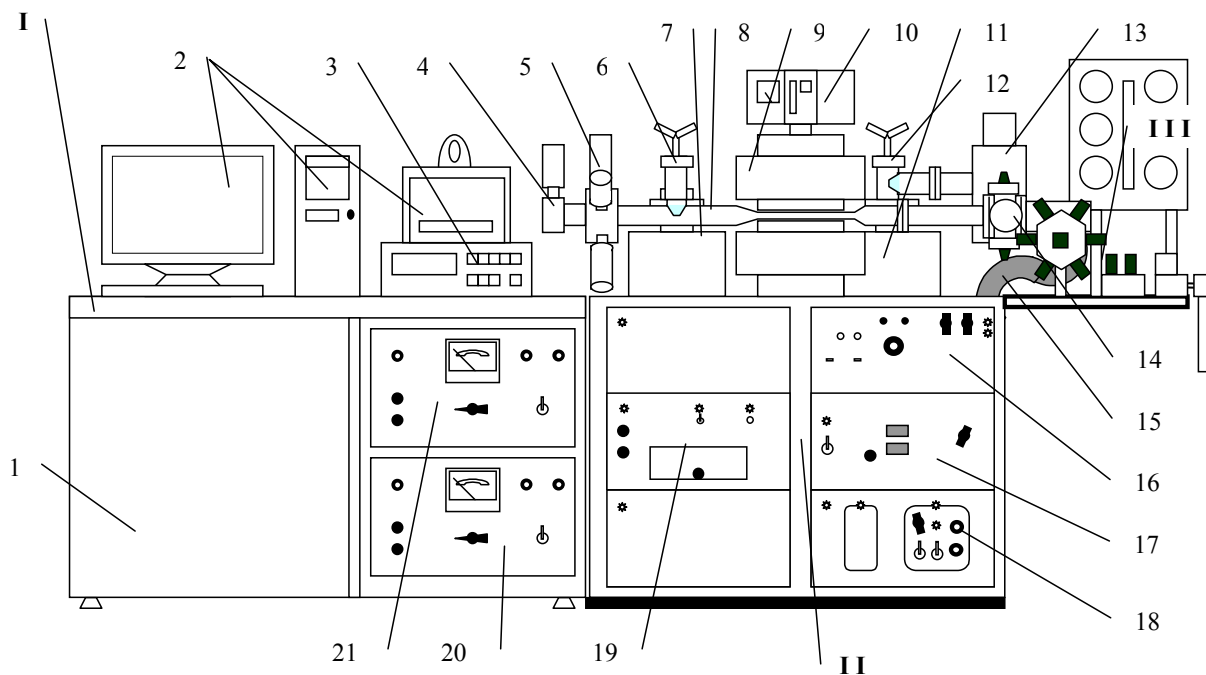
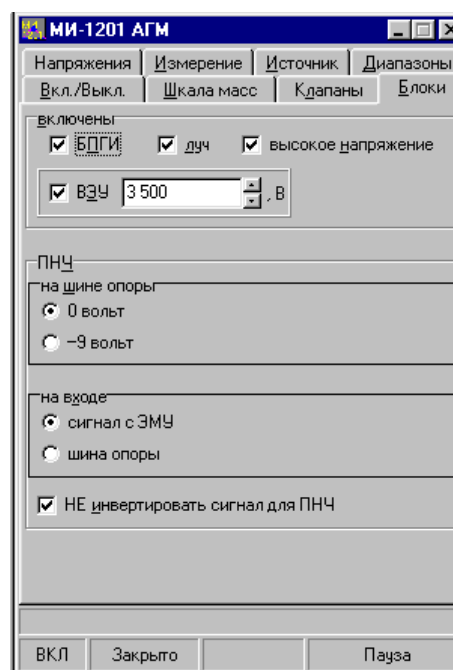
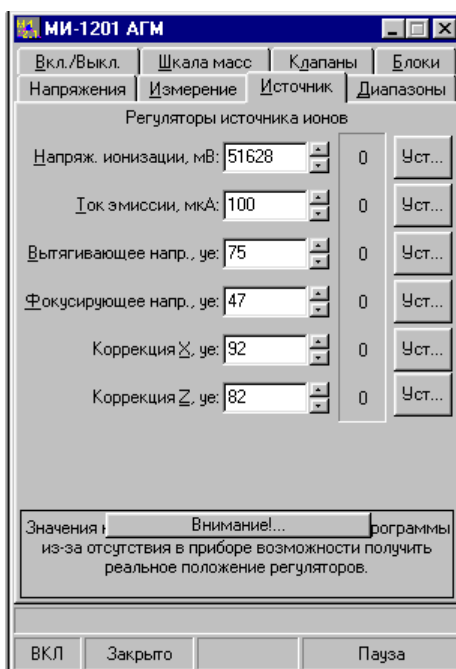

Рис. 1.2. Общий вид масс-спектрометра МИ-1201 АГМ:
Рис. 3.3. Включение блоков
Рис. 3.4. Параметры источника
МИ-1201АГМ — газовый изотопный масс-спектрометр (рис. 1.2), предназначен для прецизионного анализа изотопного состава урана в гексафториде урана на всех технологических участках его переработки и контроля (на входном контроле поступающего сырья, в технологических линиях по обогащению, для контроля готовой продукции, при подготовке эталонов концентраций).
1. При выполнении лабораторной работы необходимо помнить, что часть блоков масс-спектрометра в рабочем режиме находится под напряжением до 10 кВ, в том числе (см. рис. 1.2):
2. Поставьте переключатели блоков питания 20, 21 (см. рис. 1.2) магниторазрядных насосов в положение «0...10 кВ».
1. Нажмите кнопку «СЕТЬ» на пульте управления 19 (см. рис. 1.2). Для отключения звукового сигнала, оповещающего о недостаточно высоком вакууме в системе, нажмите кнопку «СБРОС».
1. Проверьте, включены ли все блоки масс-спектрометра. Если нет, то включите все, как это показано на рис. 3.3. После этого должны гореть лампы (см. рис. 1.2) «Сеть» на панели 17, «Сеть», «Высокое напряжение» и «Луч» на панели 18. Напряжение на ВЭУ должно быть 3500 кВ, контролируется по вольтметру 3 (рис. 1.2). После нажатия на кнопку вольтметра «УМН» он должен показать  $3.500 \pm 0.1В$ .
2. Установите ток эмиссии катода  $I_e = 100$  мкА (рис. 3.4). Поскольку программа не может получить этот параметр автоматически, то сначала проверьте значение по индикатору на панели 17 (рис. 1.2). Если значение не соответствует, указанному, то наберите 100 мкА в окошке «Ток эмиссии» и нажмите кнопку «Уст...».
3. Убедитесь, что остальные параметры источника приблизительно соответствуют указанным на рис. 3.4.